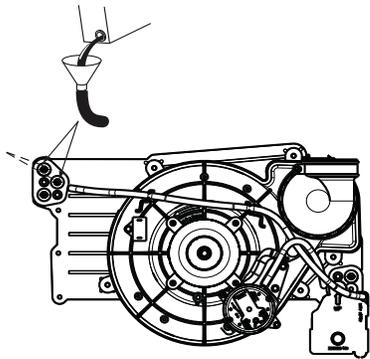

Fig. 61 – Cebado de la trampa de condensación
1. Retire los tapones de drenaje superior y medio de la caja recolectora en el lado opuesto de la trampa de condensación. Consulte la Fig. 61.
2. Conecte el tubo de 5/8 in (16 mm) de D.I., no incluido, con el embudo adjunto, al conector de drenaje superior de la caja recolectora; consulte la Fig. 61.